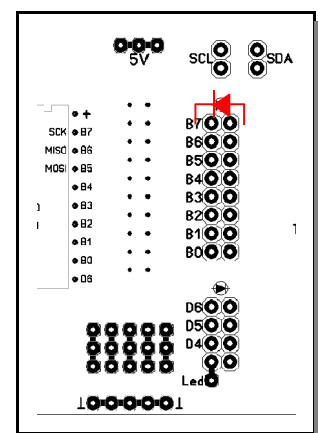

Abbildung 3
- 4.2 Die LED aus 4.1 soll nun über eine Fotodiode an PortB.7 ein- und ausgeschaltet werden. Die Fotodiode stellt bei Lichteinfall eine gut leitende Verbindung zwischen seinen Anschlüssen her. Die Schaltung der Fotodiode ist in Abb. 3 dargestellt; für die Fotodiode wurde als Schaltsymbol ein Pfeil benutzt: kurzes Bein links, langes Bein rechts!